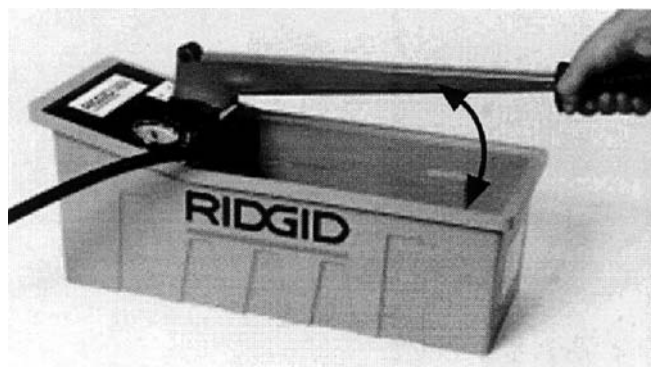

Fig. 3
4. Продолжать нагнетание жидкости до достижения требуемого давления (рис. 3). (Для достижения требуемого давления использовать короткий рабочий ход рукоятки насоса).